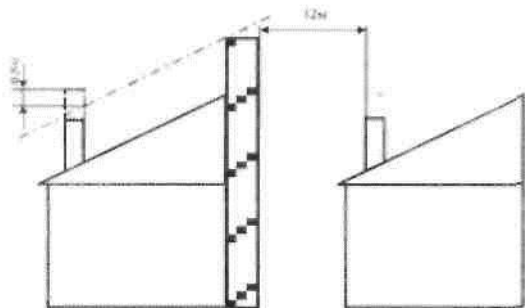

Рис. 29.1
7.2. Высота оголовка канала должна быть выше зоны ветрового подпора. Наличие зоны ветрового подпора определяется индивидуально для каждого объекта, и в соответствии с рекомендациями, показанными на рис. 29.1 и 29.2. Высота от оголовка дымохода до крыши, всегда выше 1м.